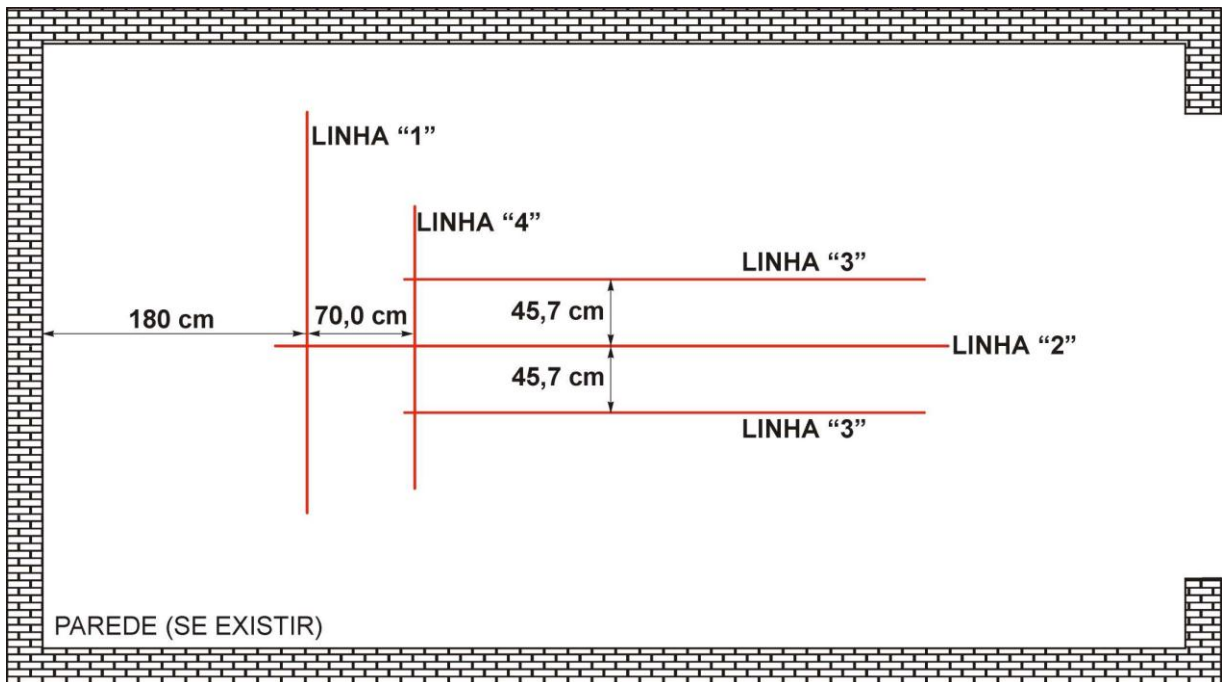

Figura 2: Definição de posicionamento
1. Após selecionar a melhor localização para a instalação da rampa, trace uma linha paralela à frente da rampa, afastada aproximadamente 180 cm da parede ou linha divisória frontal (linha "1"). Esta será a localização aproximada da frente da rampa (ver figura 2);
5. Verifique o piso na área da figura 2 para encontrar o ponto mais alto utilizando o nível de mangueira (KMN-007 ou similar). Marque este local, futuramente serão feitas referências a esta marca durante o procedimento de nivelamento.